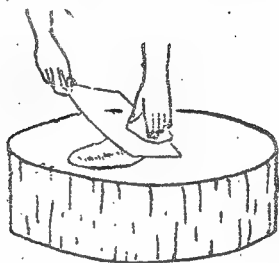

图10
1. 正刀片是刀背向外，刀刃向里，刀与砧板成较小的锐角，片时刀由外向里移动的一种刀法。这种刀法适于脆和韧性原料，如白菜和腰子等(见图10)。